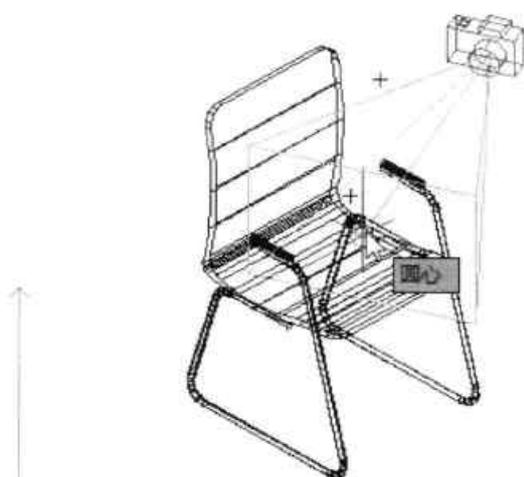

图11-41 指定相机视点
- Step02** 根据提示，指定相机视点位置，如图 11-41 所示。